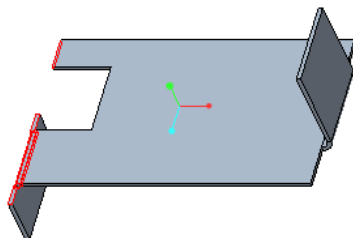

图 1-174 创建第二个连接壁的效果
(11) 单击 （完成）按钮，完成创建的第二个连接壁的效果如图 1-174 所示。